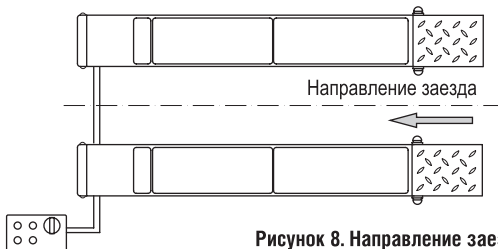

Рисунок 8. Направление заезда.
- Установите транспортное средство на подъёмник, заезд осуществляется с определённой стороны (рис. 8). Дополнительная платформа должна находиться под днищем автомобиля. Следите, чтобы центр ТС был смещён не более чем на 2/3 своей длины от геометрического центра платформ. Следите за смещением центра тяжести транспортного средства – возможно, потребуется разгрузить автомобиль перед подъёмом. Запрещено демонтировать силовую установку во время нахождения автомобиля на дополнительной платформе.